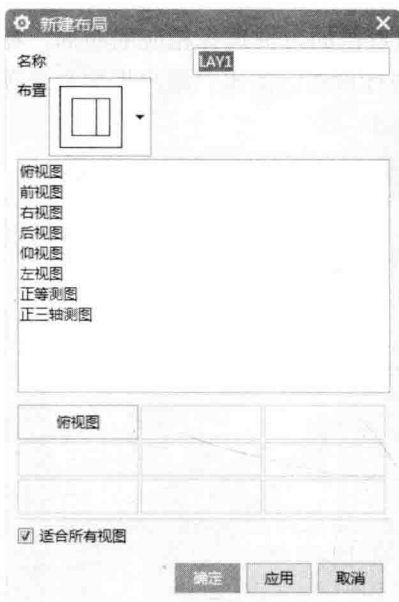

图 1-4 “新建布局”对话框
1) 新建视图布局。选择【菜单】→【视图】→【布局】→【新建】命令，弹出如图 1-4 所示的“新建布局”对话框，该对话框用于设置布局的形式和各视图的视角。